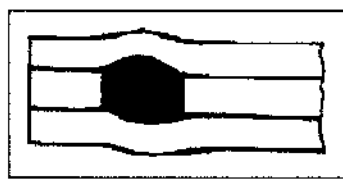

Figura 6
8. Compruebe que el tapón está colocado como se muestra en la figura 6.